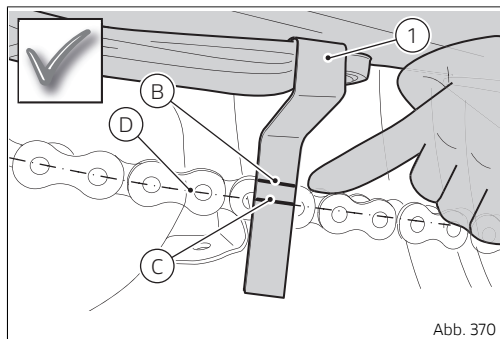

Abb. 370
Resultiert die Achse (D) bündig zur Markierung (C) oder zwischen den Markierungen (B) und (C) der Messlehre (1), ist die Kette korrekt gespannt, (siehe Abb. 370 S.347).